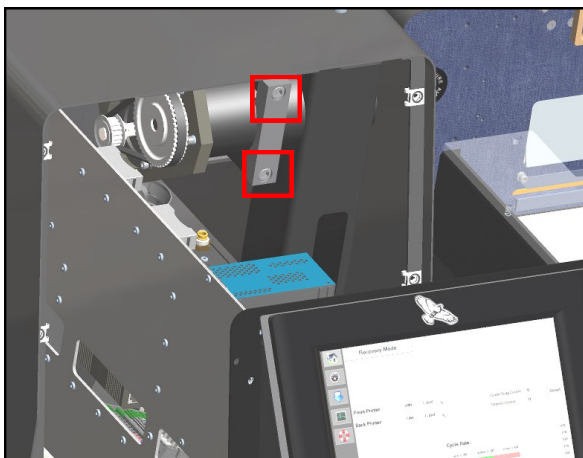

Figure 2-8A. Head Rotation Bolts.
3. 握住控制面板底部的手柄，将面板拉出，露出旋转调整螺栓 图 2-8A。